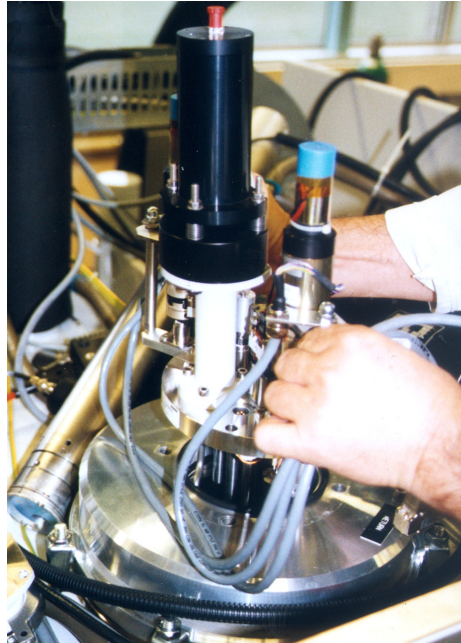

Abb. 4-11
- 4** Setzen Sie den Testglaswechsler vorsichtig in die Flanschöffnung ein (Abb. 4-11, 78). Der abgeflachte Teil des Testglaswechslerflansches muss sich auf der Seite des Drehantriebsmotors befinden. Achten Sie darauf, dass der Dichtring korrekt sowohl in der Nut des Prozesskammerflansches als auch des Testglaswechslerflansches liegt.